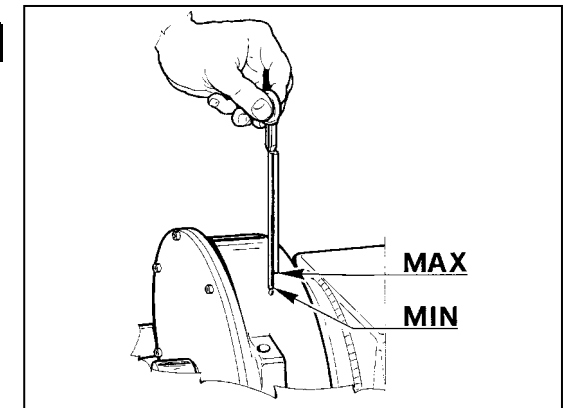

Fig.42
2. Check once a month the oil level of the speed reducer (Fig. 42). The chuck arm should be completely lowered when the check is performed.
2. *Contrôler une fois par mois le niveau de l'huile du réducteur (Fig.42). Le bras porte-arbre doit être complètement abaissé lorsque l'on réalise le contrôle.*
2. Einmal pro Monat den Getriebeölstand kontrollieren (Abb.42). Für diese Überprüfung muß der Spannfutterarm ganz nach unten gefahren werden.